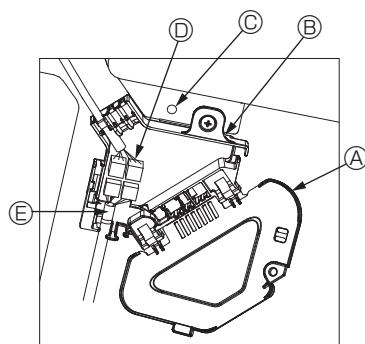

Fig. 6-9
- ① Retire el tornillo que sujetla la cubierta de la caja de conexión, deslice la cubierta en la dirección indicada por la flecha, como se muestra en el diagrama, y luego abra la cubierta.
- ② En la caja de conexión, localice el cable de enlace para el motor de los deflectores de la rejilla y el cable para el motor de los deflectores, y luego conecte los cables. (Fig. 6-9)